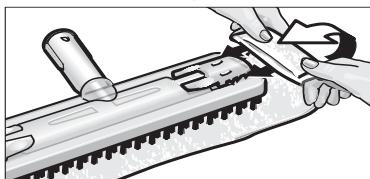

Fig. 3: Așezarea cărpei de șters
- Fixați cárpa de șters (G3) pe duza de curățare a podelelor (G1). Pentru aceasta, împărtuiți cărpă de șters pe toată lungimea și așezați pe ea duza de curățare a podelelor. După aceea, trageți pe rând colțurile cărpei de șters, care ies în afară, și prindeți-le sub clemele de fixare (G2) (vezi fig.3).